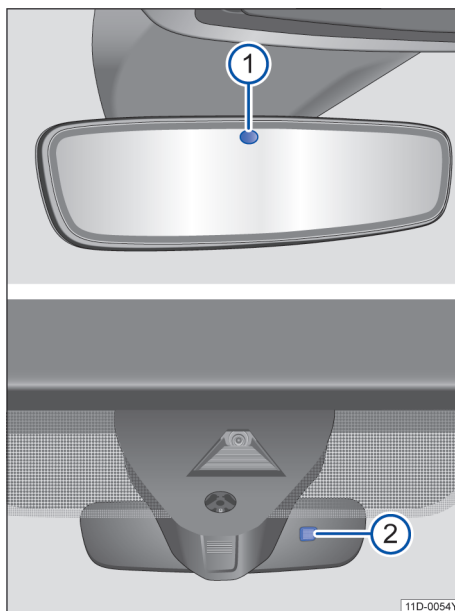

图 81 前窗玻璃上：自动防眩车内后视镜
在点火开关已打开的情况下，传感器测量来自后方→图 81①和来自前方②的光线。